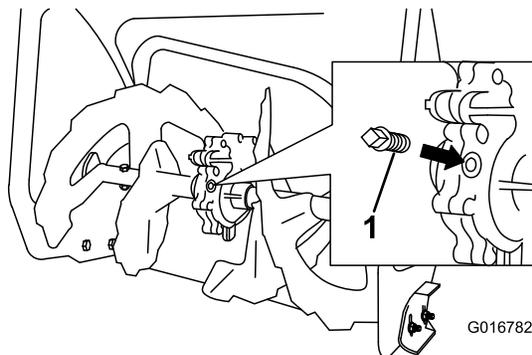

Figura 45
2. Pulite l'area circostante il tappo del tubo (Figura 45).